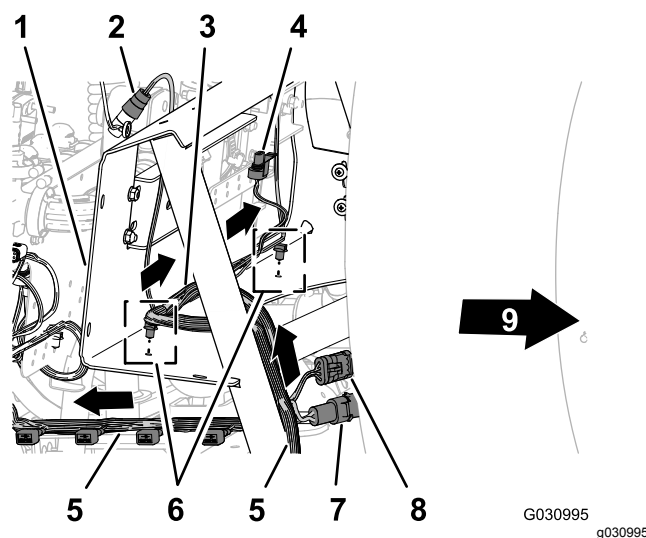

Figura 106
1. Passe a secção com 218.4 cm da cablagem por dentro do suporte para a montagem da válvula e para trás na direção da montagem das 10 válvulas, conforme indicado na Figura 106.
2. Encaminhe a secção com 75.5 cm da cablagem para o fluxímetro e válvula de agitação através da frente da montagem do coletor (Figura 106).
3. Insira os três fixadores de pressão da secção com 75.5 cm da cablagem nos orifícios na flange inferior da montagem do coletor (Figura 106).